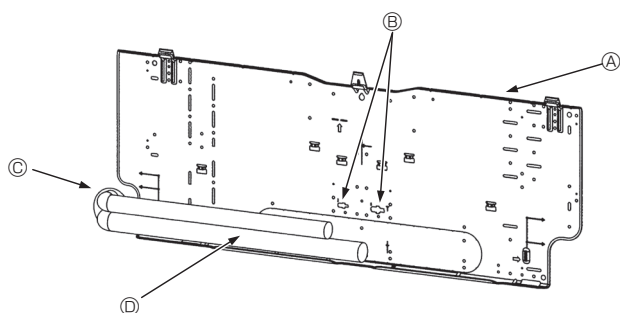

Fig. 3-5
3.3. Cuando coloque los tubos en la pared (Fig. 3-5)
- ▲ Placa de montaje ①
- ④ Tuberías locales